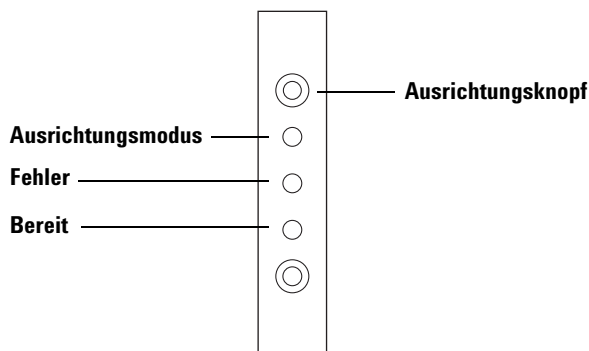

Abb. 109 Ausrichten des Turms
- 4 Verwenden Sie einen langen, schmalen Gegenstand, um den vertieften **Ausrichtungsknopf** über den Warnleuchten zu drücken. Vermeiden Sie es, alles hinter oder ringsherum des Knopfes in der Vertiefung zu berühren (Abb. 109).